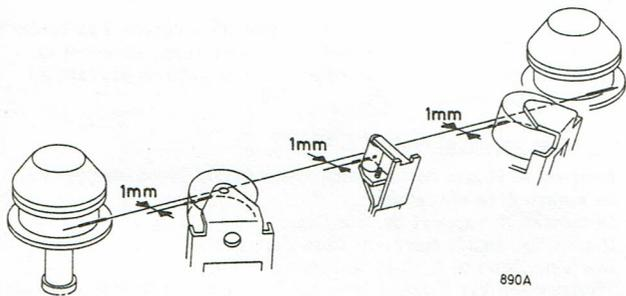

Fig. 15
- Les butées 531 doivent être réglées pour que la distance entre la partie inférieure des galets presseurs et une bande tendue autour des guides bande soit env. de 1 mm lorsque les aimants n'exercent plus leur force d'attraction (fig. 15).